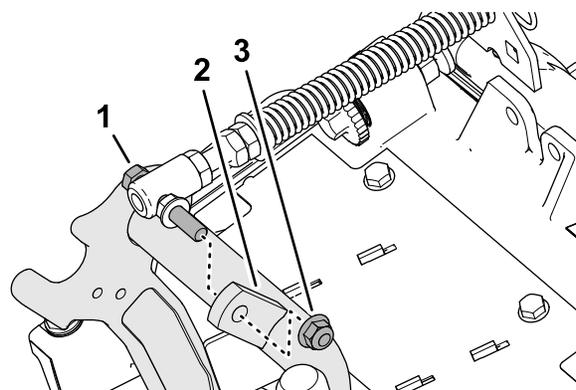

Рисунок 19
3. Отверните фланцевую контргайку (3/8 дюйма), которая крепит колпачковый винт пружины компенсации состояния грунта к правому выступу несущей рамы, и снимите пружину компенсации с режущего блока (Рисунок 19).